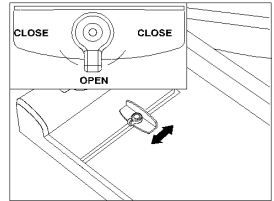

Fig. 2
3. Réglez le rail de positionnement selon vos besoins (Fig. 2) :